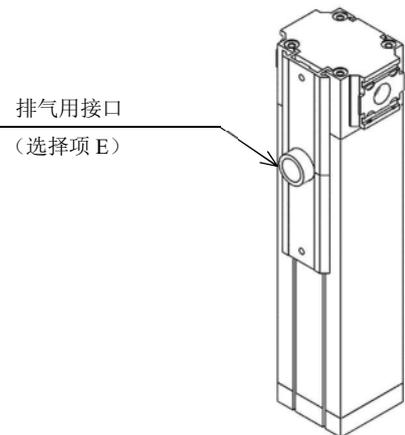

图 5
- 5) NS-3S、3L 系列带有排气用接口(选择项 E)的情况，管道连接时请使用内径 8mm 以上，长度 3m 以内的胶皮管或者管材。(如图 5 所示)
- 6) NS-4S、4L 系列带有排气用接口(选择项 E)的情况，管道连接时请使用内径 8.9mm 以上，长度 2m 以内的胶皮管或者管材。(如图 5 所示)